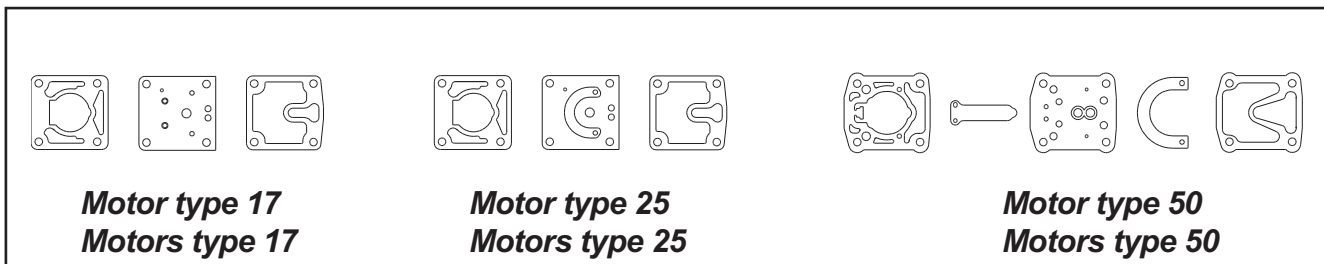

Fig. 11
Dit kan veroorzaakt worden door een lek-kende klep of pakking (fig.11). Vervang het beschadigde onderdeel onmiddellijk.
- The defect can be due to a valve or a gasket break (Fig.11). Replace the damaged part immediately.